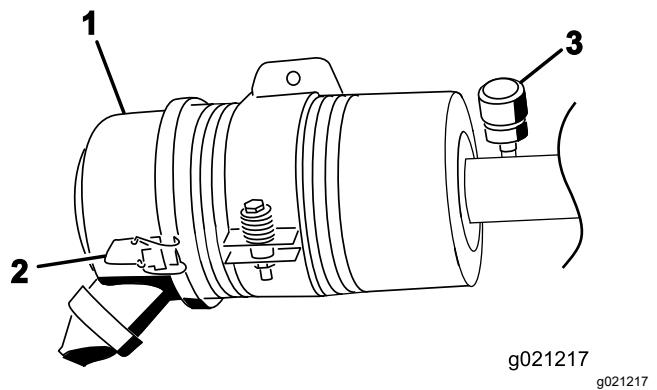

Рисунок 81
Обслуживание фильтра воздухоочистителя следует производить только тогда, когда этого требует индикатор (Рисунок 81). Замена воздушного фильтра без необходимости ведет лишь к повышению вероятности попадания грязи в двигатель при извлечении фильтра.
- Отпустите защелки, фиксирующие крышку воздухоочистителя на его корпусе (Рисунок 81).